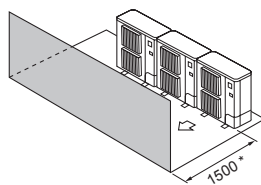

Fig. 2-15
- ③ Hindringer kun foran (Fig. 2-15)